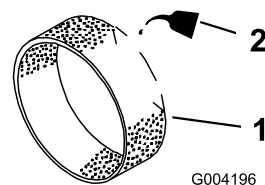

Figura 145
3. Ponga 3–6 cl (1–2 onzas fluidas) de aceite en el prefiltro (Figura 145).